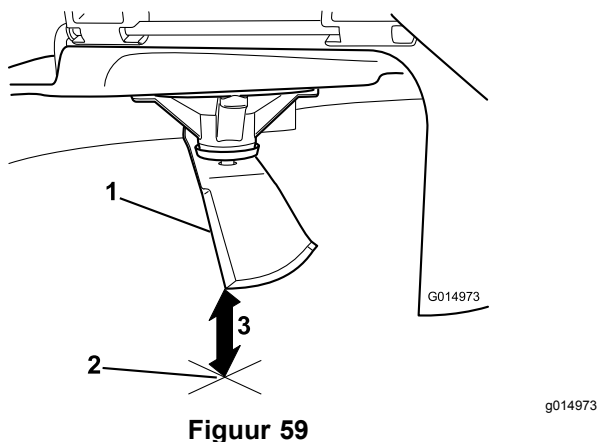

Figuur 58
4. Draai hetzelfde mes 180 graden, zodat de maairand aan de andere kant nu in dezelfde stand staat (Figuur 58).